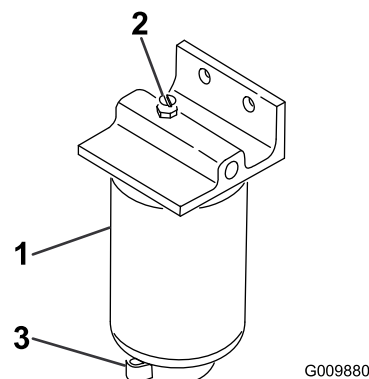

Figure 55
2. Desserrez le robinet de vidange au bas de la cartouche du filtre (Figure 55).
1. Nettoyez la surface autour des supports de la cartouche du filtre (Figure 55).